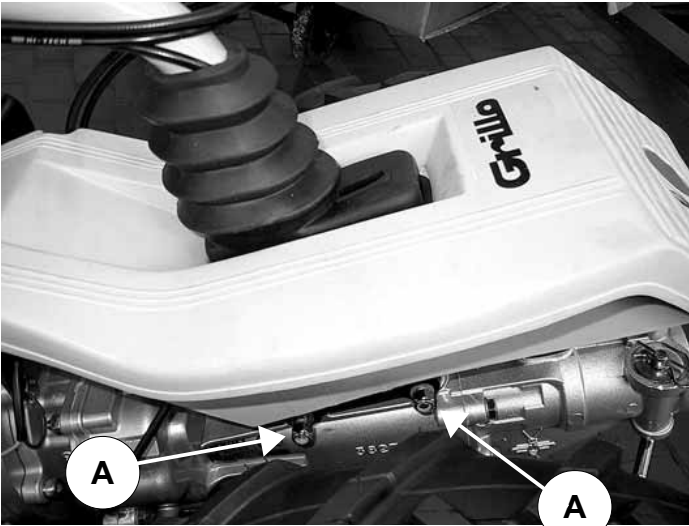
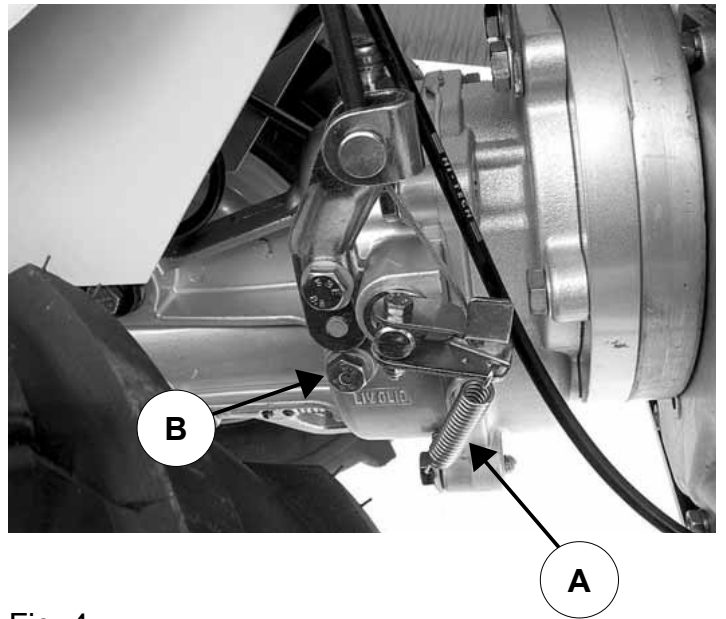

Fig. 1
Fig. 4
- 2) Levantar el carenado de las ruedas (fig. 1)
- 3) Quitar los dos tornillos (fig. 1, pos. A).
- 4) Girar la manecera a 180°, volver a colocar los dos tornillos de fijación y ajustar las tuercas (fig. 1, pos. A). Prestar atención en no doblar los cables de mando.
- 5) Ubicar la palanca de regulación del manubrio prestando atención en los topes (fig. 1, pos. B).
- 8) Montar la fresa en el acoplamiento rápido y trabarla con el perno correspondiente (fig. 1, pos. D).
- que los accesorios se encuentren bien fijados a la máquina (fig. 1, pos. D).
Con el motor en régimen bajo, conectar la herramienta tirando la palanca no. 3 (fig. 2) y acelerar oportunamente. La máquina se pondrá en movimiento tirando de la palanca no. 7 (fig. 2) y después tirando de la palanca no. 1 (fig. 2). Dejando la palanca no. 1 (fig. 2) la máquina se para. Tirando de la palanca no. 2 (fig. 1) y la palanca no. 1 (fig. 2) la máquina se detiene. Dejando la palanca no. 3 (fig. 2) la herramienta se detiene. Tirando la palanca no. 2 (fig. 2) la máquina retrocede (mantener el motor a bajas revoluciones). También debe presionar la palanca no. 1 (fig. 2).
Controlar el nivel de aceite cada 50 horas de trabajo (fig. 4, pos. B). En caso necesario, añadir aceite BLASIA 220 (ISO-L-CKD, DIN 51502 PGLP; API GL5), cantidad 750 g. (fig. 1, pos. C). Cambiar el aceite una vez al año. Para eliminar el aceite viejo utilizar el tapón (fig. 9, no. 1).